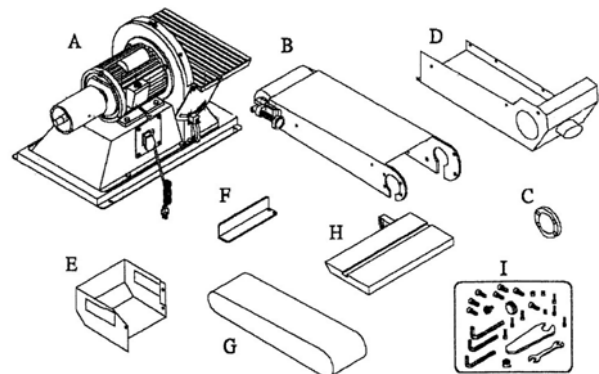

Abb. 3: Maschinenteile Schleifmaschine BTS 200
Schritt 1: Die Maschine (A, Abb. 3) auf einem stabilen Untergrund aufstellen.